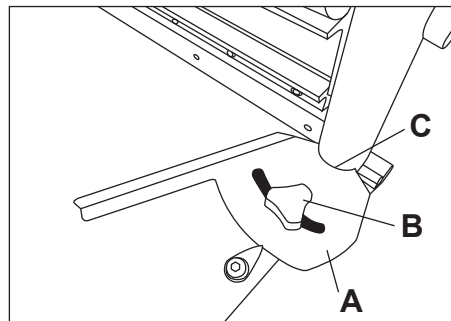

FIGURE 4
1. Réglez l'angle angulaire (Fig. 4 - A) de sorte que la flèche rouge pointe vers la marque 0° et serrez le bouton (Fig. 4 - B).